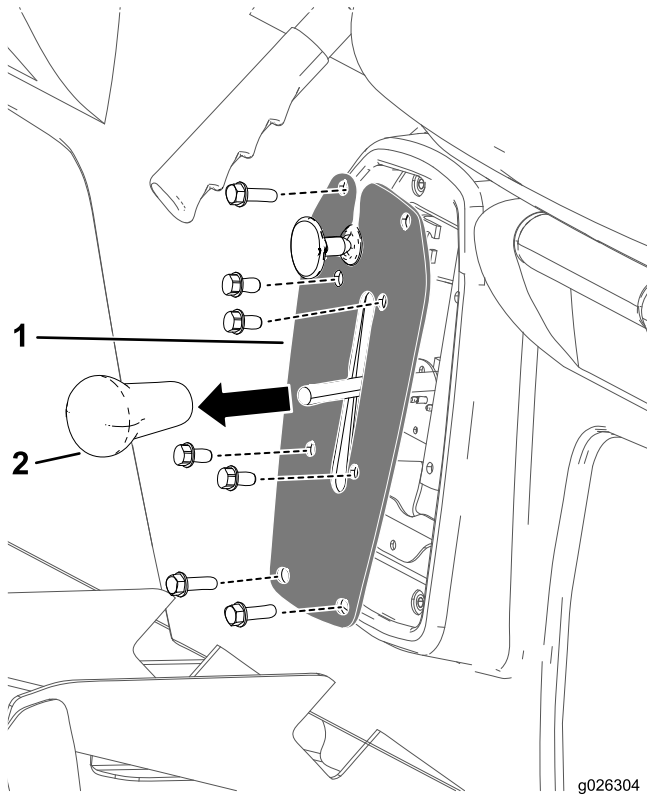

Bild 1
1. Nehmen Sie das Handrad vom Ganghebel ab (Bild 1).
2. Entfernen Sie die vier Schrauben, mit denen die Gangschaltungsplatte an der Gangschaltungshalterung befestigt ist (Bild 1).
3. Entfernen Sie die vier Schrauben, mit denen die Gangschaltungsplatte am Sitzunterteil befestigt ist, und nehmen Sie die Gangschaltungsplatte ab (Bild 1).